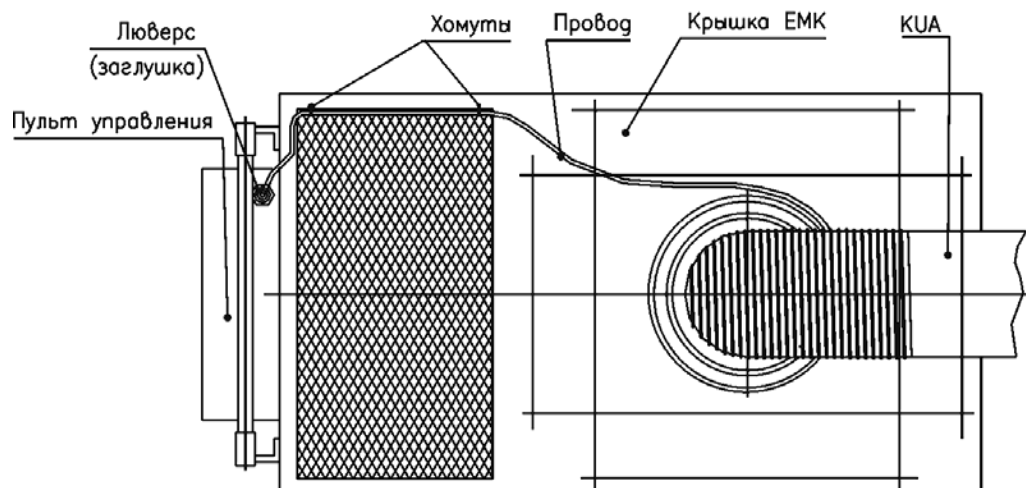

Рис. 8.8
- 8.5. Инструкция по монтажу подсветки (см. рис. 8.8)